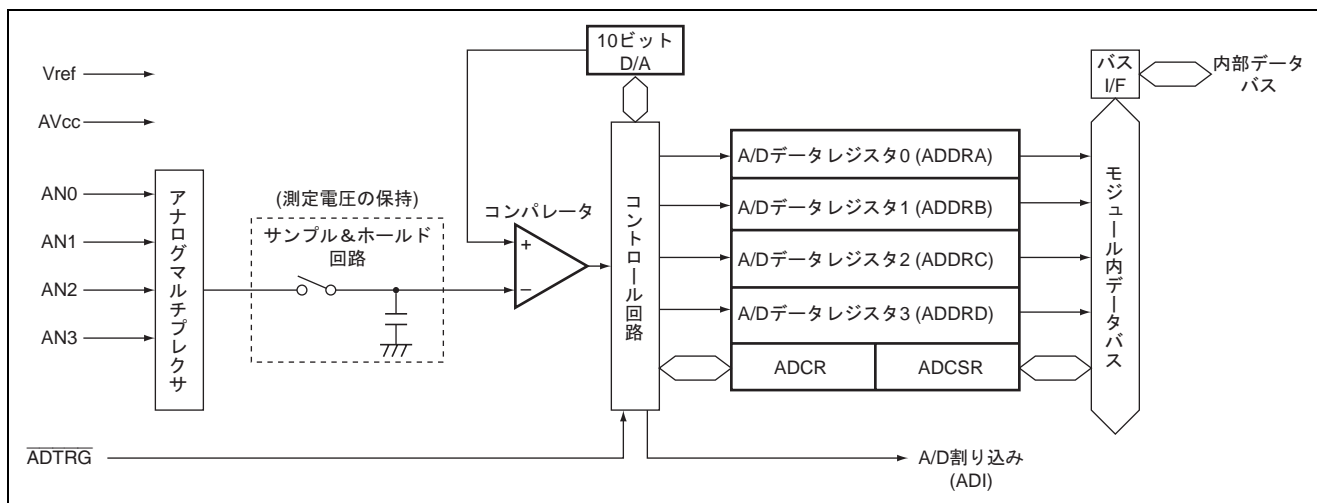

図 2 A/D 変換器ブロック図
(1) 図 2 に 4 チャンネル A/D 変換のブロック図を示します。本タスク例では A/D 変換器の以下に示す機能を使用します。